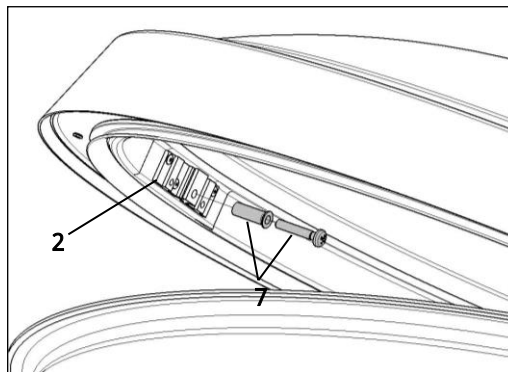

Bild 5: Montage Verriegelungsbolzen
- Den Verriegelungsbolzen [7] in die Anschlagplatte der Lichtkuppel [2] schrauben (bei der tandem-Variante 2x) (**Bild 5**).